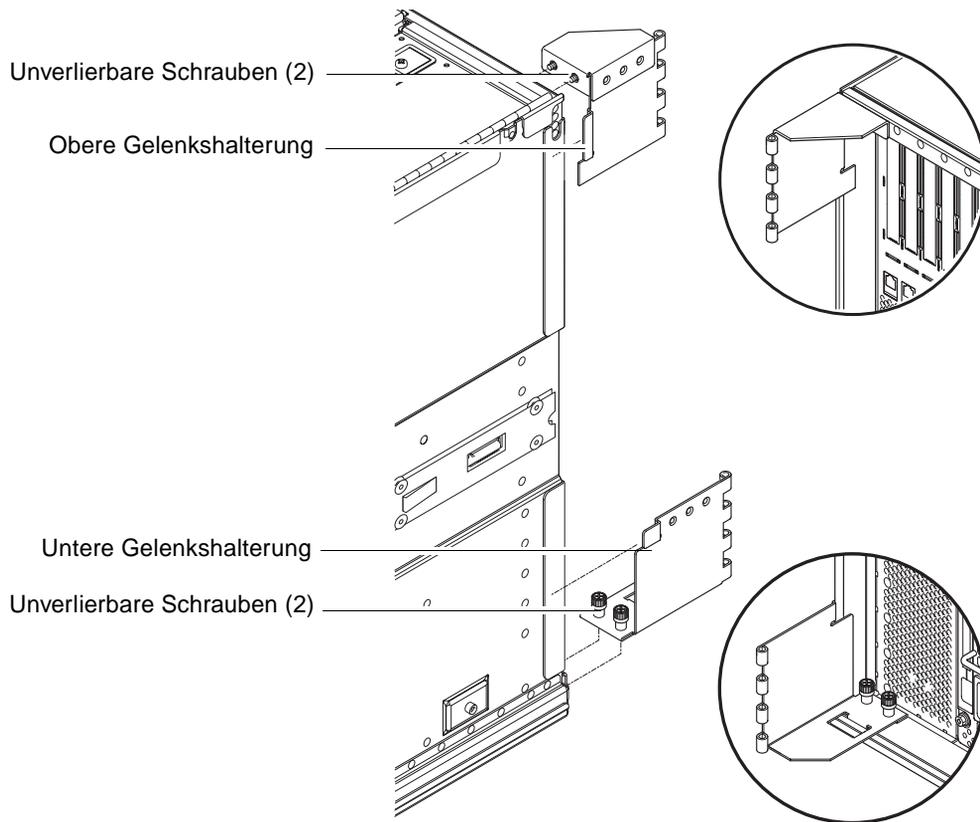

ABBILDUNG 1-19 Montieren der oberen und unteren Gelenkshalterung
2. Entfernen Sie den Scharnierstift der unteren Gelenkshalterung des Stromkabelarms (ABBILDUNG 1-19).
3. Befestigen Sie die obere Gelenkshalterung mit den beiden unverlierbaren Schrauben am System (ABBILDUNG 1-19).
4. Befestigen Sie die untere Gelenkshalterung mit den beiden unverlierbaren Schrauben (ABBILDUNG 1-19).